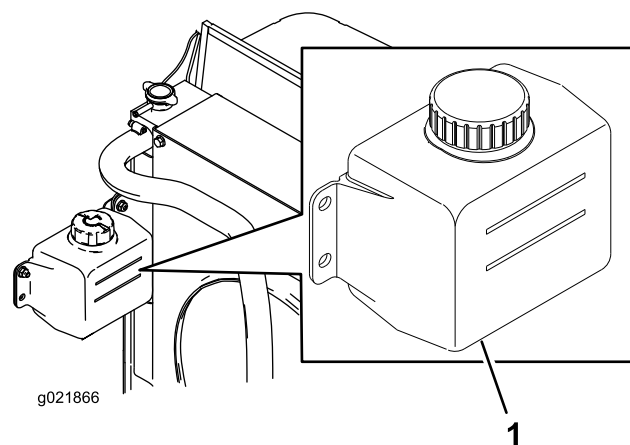

Figura 81
1. Controllate il livello di refrigerante nel serbatoio di espansione (Figura 81).